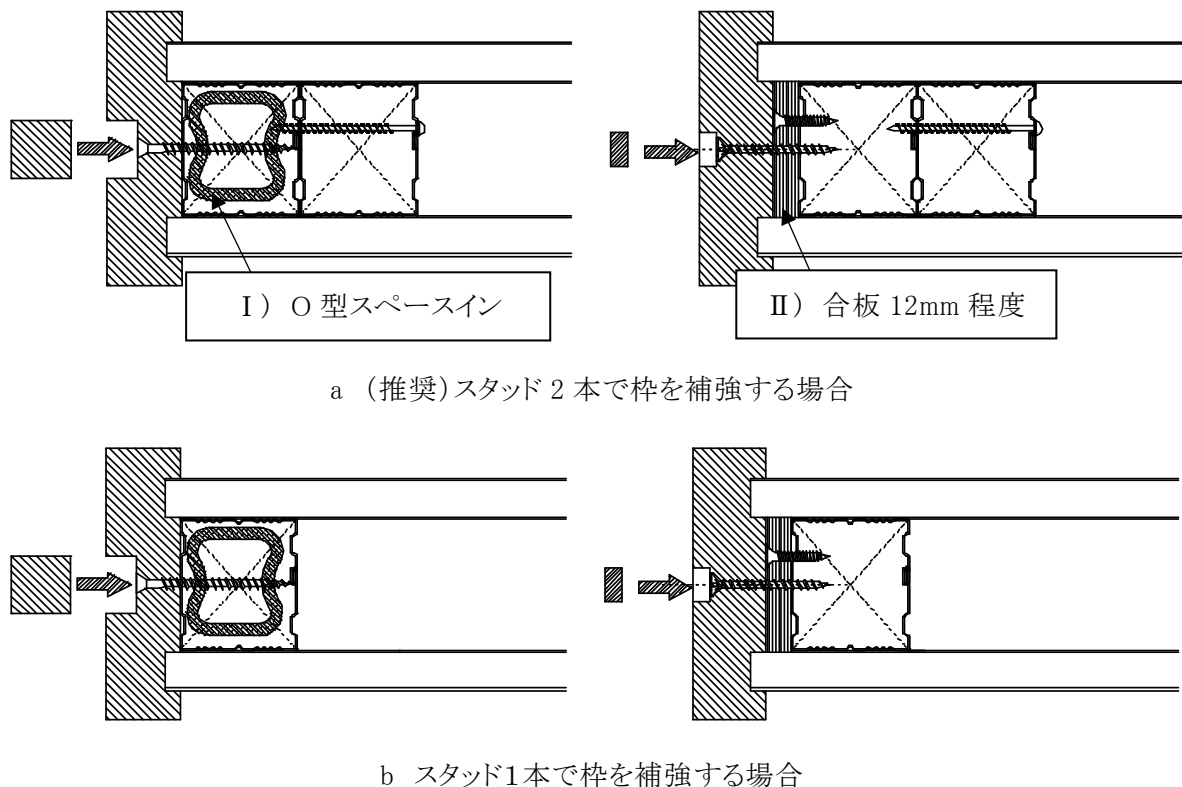

図 2-6-2 壁開口枠固定
- 開閉が頻繁にある扉や木製扉でもガラス等が入っている重量が重い扉では、枠を固定するビスの緩み等を防止するため補強することを推奨とする。(図 2-6-2 参照)